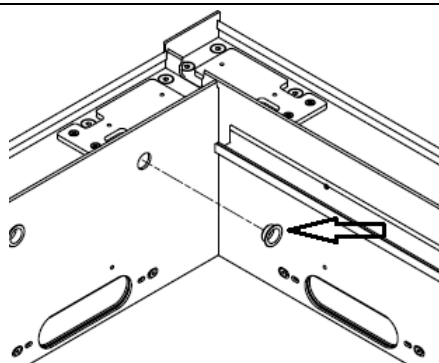

Abbildung 38
22. Die äußeren Gleitringe in die großen Fenster für die Federachsen an den Längsträgern einschlagen (Abb. 38).